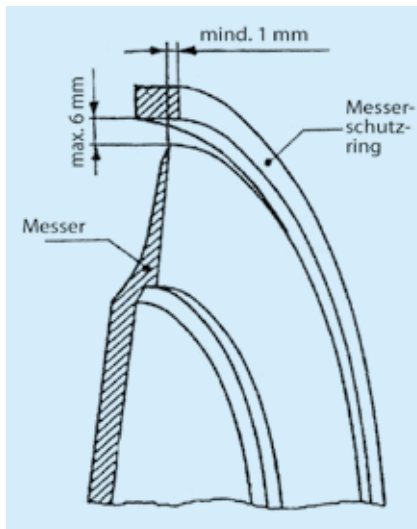

Abb.3: Messerschutz ohne Messerabdeckung (oder mit Messerabdeckung ohne Verriegelung)
- Wenn keine Messerabdeckung angebracht ist oder wenn eine Messerabdeckung ohne Verriegelung (d. h. keine Abschaltung beim Entfernen der Abdeckung) vorhanden ist, darf der Abstand zwischen Messerschutzring und Messerschneide max. 6 mm betragen (s. Abb. 3).
- Der Messerschutzring muss mindestens 1 mm über die Messerschneide überstehen (Richtung Schlitten) um auch bei kleinen Einbautoleranzen ein Abdecken der Messerschneide zu gewährleisten (s. Abb. 3 und 4).